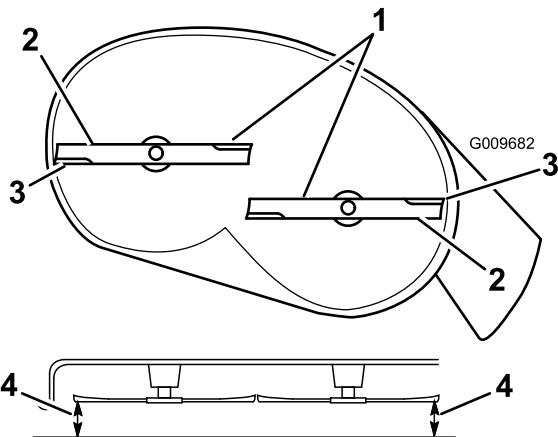

Figura 49
- Gire cuidadosamente las cuchillas hasta que estén todas orientadas lateralmente (Figura 49).
- Mida entre los bordes de corte exteriores y la superficie plana (Figura 49). Si hay una diferencia de más de 5 mm entre ambas dimensiones, se requiere un ajuste; siga con este procedimiento.